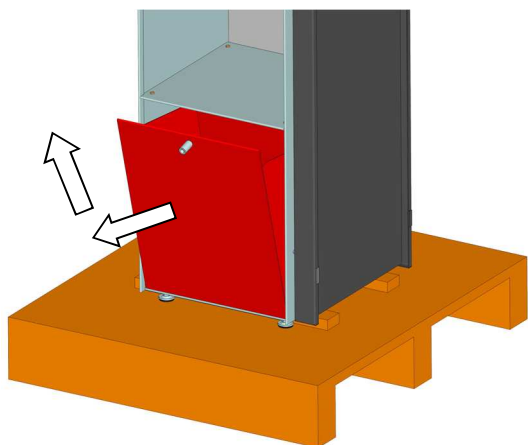
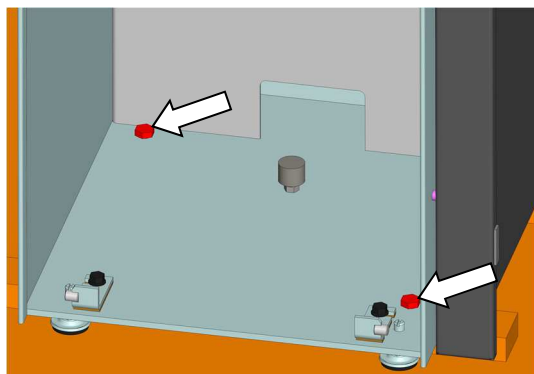

Abb. 2: Klapplade entnehmen
Abb. 3: Transportsicherungen herausschrauben
3. Die Holzlege ist auf der Palette mit einer Transportsicherung fixiert. Diese muss wie folgt gelöst werden: Die Lade aufklappen, dann gleichzeitig über den Anschlag anheben und nach vorne entnehmen (Abb. 2). Dann die Sicherungsschrauben herausdrehen (Abb. 3).